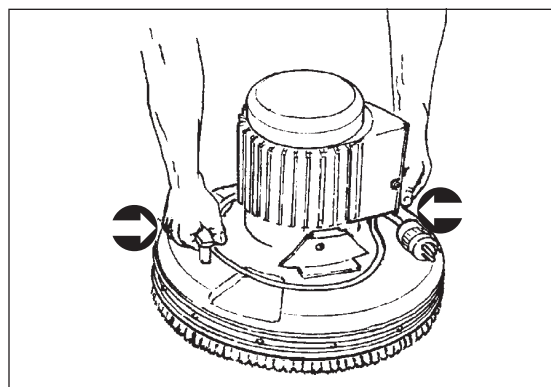

Figure 3
5. Pour soulever la machine, prenez-la à ses points de levage. (Voir Figure 3)